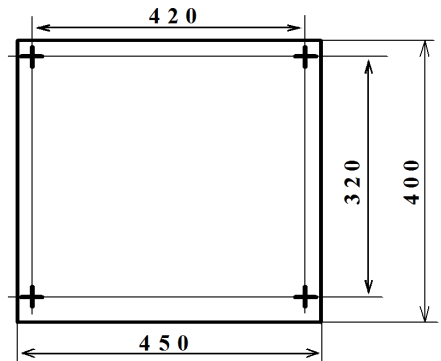

Рисунок 1
3.1.3 Надёжно закрепить РИП в удобном месте. Габаритно-установочные размеры указаны на рис. 1.